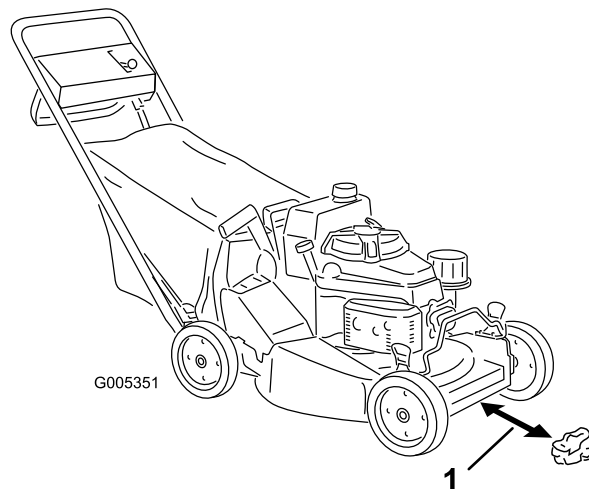
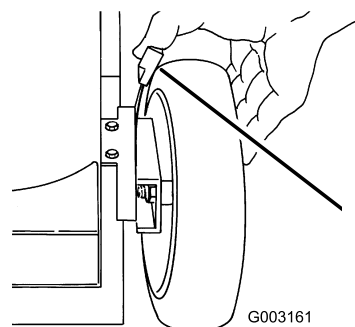

Figura 16
Figura 21
3. Ajuste las cuatro ruedas a la altura de corte de 64 mm (Figura 21).
4. Mueva el control de velocidad sobre el terreno a la posición de Punto muerto (N).
5. Tome media página de periódico y haga una bola con ella que sea lo suficientemente pequeña como para pasar por debajo de la carcasa (unas 75 mm de diámetro), según muestra Figura 16.
6. Coloque la bola de papel de periódico a unas 13 cm por delante del cortacésped (Figura 16).
- A. Coloque la bola de papel de periódico a unas 13 cm por delante del cortacésped (Figura 16).
1. Tire de la palanca de ajuste de la altura de la rueda hacia la rueda (Figura 21) y muévela a la posición deseada.